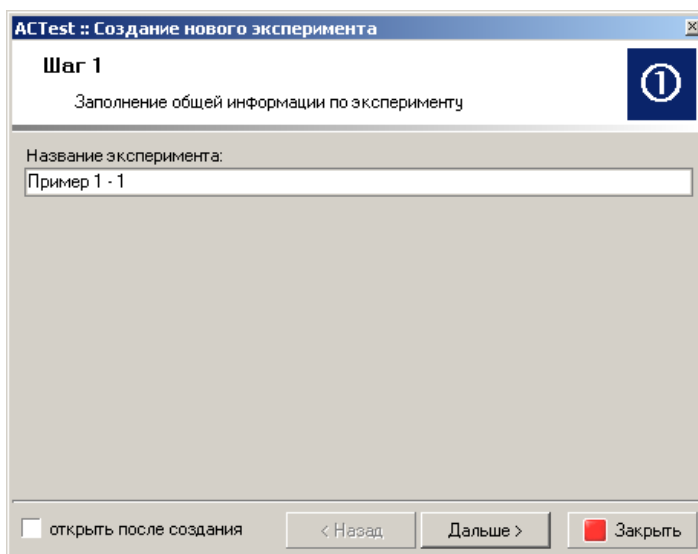

Рисунок 14
1.2. Убедиться, что создание эксперимента запускается по нужному сценарию, заполнить поля общей информации по эксперименту и нажать кнопку "Далее" (см. Рисунок 14).